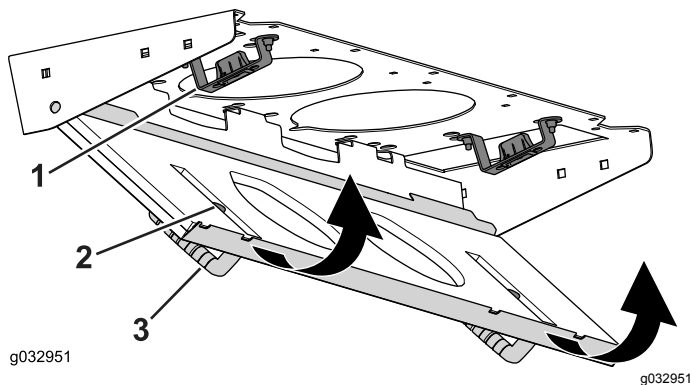

Figura 144
4. Rode o painel de filtro em volta das patilhas até que a lingueta entre no conjunto de montagem do trinco (Figura 144).